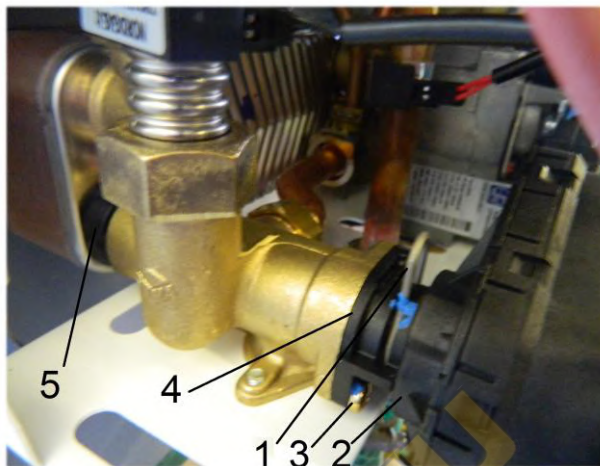

Рис. 27. Разборка трёхходового клапана
- 2) извлечь скобу 1 (см. Рис. 27) крепления электродвигателя к корпусу трёхходового клапана и снять электродвигатель 2;